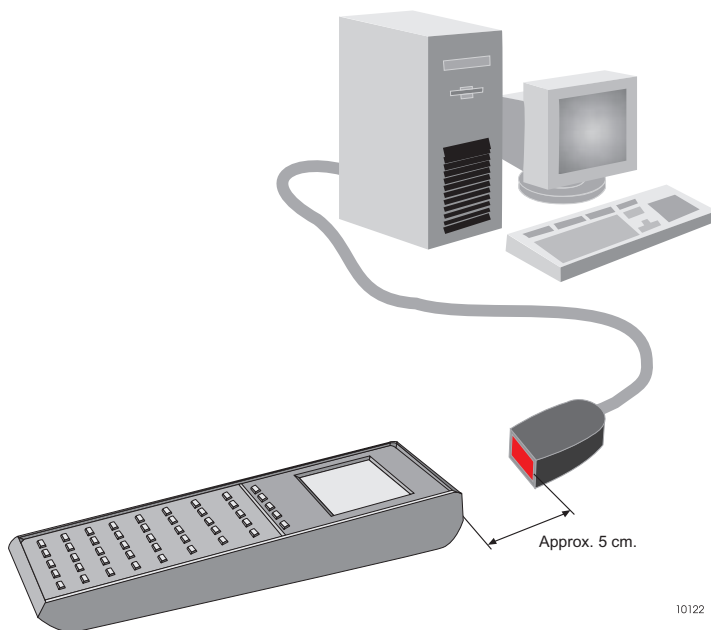

Figura 4.7. Configuración para Transferir Archivos-D desde el Colector HP-48
3. Coloque alineados los puertos IR a 5 cm, y haga click en **OK** (Figura 4.7).